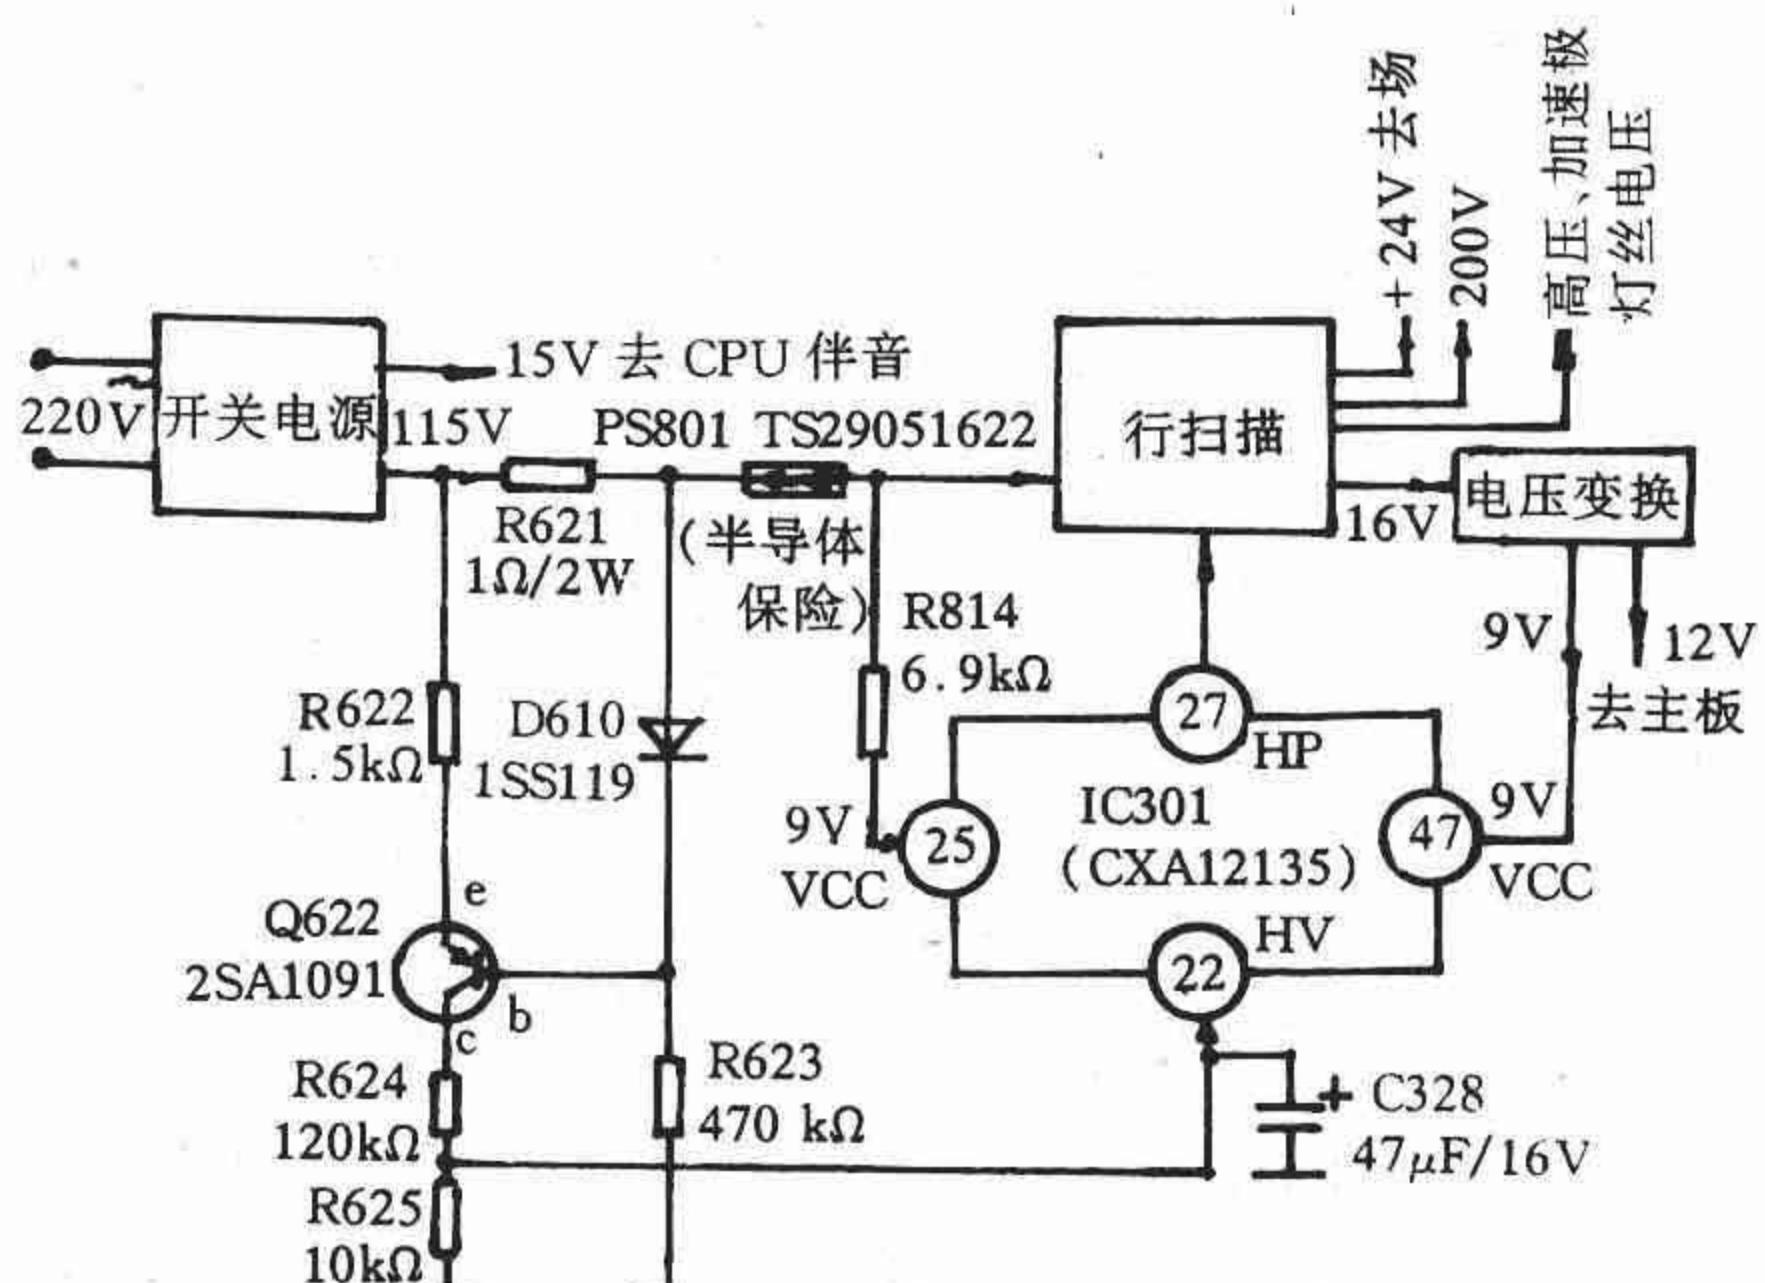

图 1 索尼 KV—2154TC 过流保护电路原理图
1. 过流保护电路：该机过流保护电路由 Q622、R621、D610、R623、R622、R624、R625、C328 和 IC301 ②脚等组成，如图 1 所示。在图 1 中，R621(1 Ω/2 W)